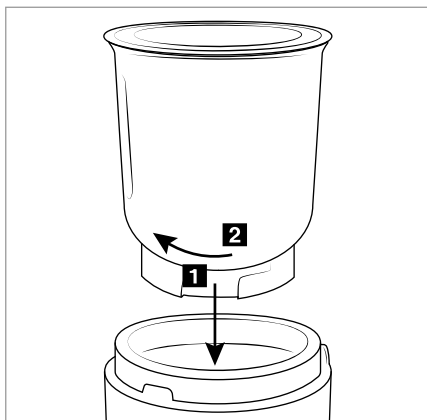

Abb. 1
- 5) Setzen Sie den Behälter **(3)/(4)** in den Motorblock **(5)**: Achten Sie darauf, dass die Arretierungen im Inneren des Motorblocks **(5)** in die Aussparungen am Sockel des Behälters **(3)/(4)** gleiten (siehe Abb.1/**1**).
- 6) Drehen Sie den Behälter **(3)/(4)**, so dass die Arretierungen im Inneren des Motorblocks **(5)** weiter in die Schiene rutschen (Richtung **1**) und der Behälter **(3)/(4)** arretiert wird (siehe Abb.1/**2**).